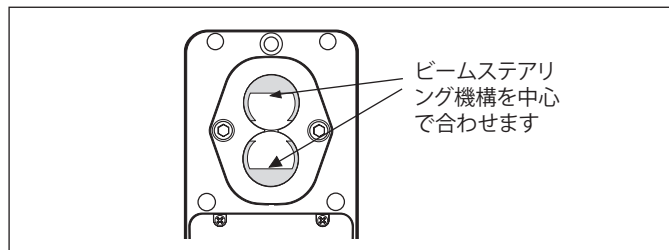

図44 - 中央に合わされたステアリング機構
1. バレルを検出ヘッドに差し込む前に、4つの全ビームステアラを中心に合わせ、図44に示されたようなステアリング機構が現れるようにします。計測ミラーをできるだけ検出ヘッドに近づけます。